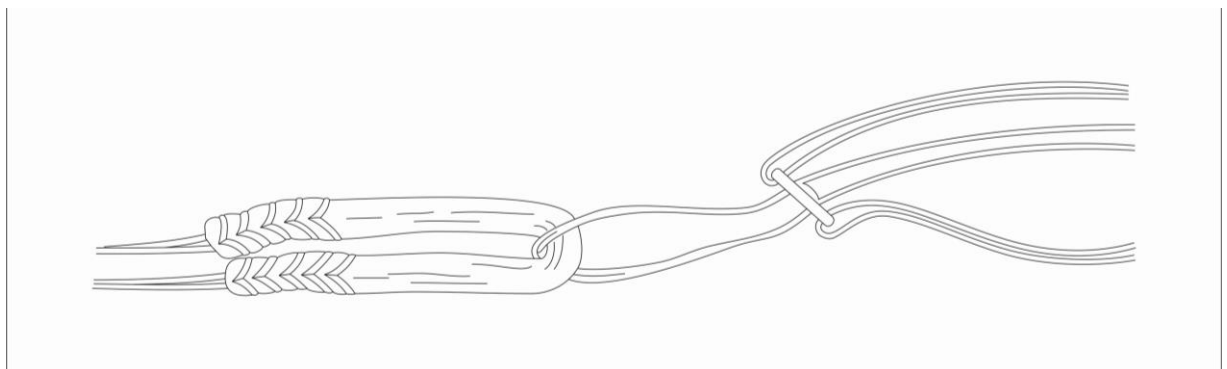

Figura 2: Ilustração da preparação do enxerto e conexão ao dispositivo de fixação SINFIX® BUTTON AJUSTÁVEL.
6.3. Com auxílio da mesa preparadora, introduzir o enxerto através do Laço Ajustável do dispositivo de fixação SINFIX® BUTTON AJUSTÁVEL e suturar o lado tibial do enxerto (**Figura 2**).